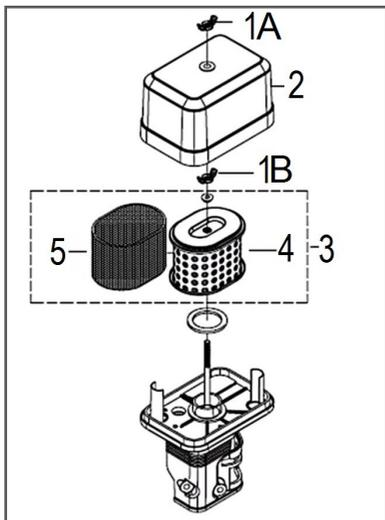

Рис. 35. Обслуживание воздушного фильтра
1. Открутите барашковую гайку 1А и снимите крышку 2 воздушного фильтра (Рис. 35).
2. Открутите барашковую гайку 1В и извлеките из корпуса воздушный фильтр 3 в сборе (Рис. 35).
3. Проверьте целостность и чистоту фильтрующих элементов. Поролоновый (предварительный) фильтрующий элемент 5 установлен на корпусе бумажного фильтрующего элемента 4 (Рис. 35).
4. При незначительном загрязнении промойте поролоновый фильтрующий элемент 5 (Рис. 35) теплым мыльным раствором и просушите. Поврежденный или сильно загрязненный поролоновый фильтрующий элемент замените.
5. Произведите очистку корпуса 7 и крышки 2 воздушного фильтра не допуская попадания пыли и грязи в воздуховод, ведущий к карбюратору (Рис. 35).
7. Перед установкой воздушного фильтра убедитесь, что уплотнительное кольцо 6 воздушного фильтра находится на месте и не имеет повреждений (Рис. 35).